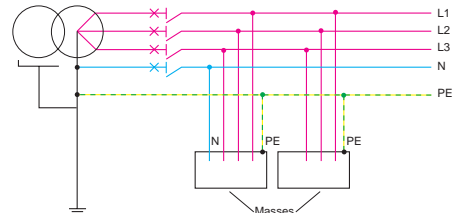

figure 9
- TN-S** dans lequel un conducteur de protection (PE) distinct du neutre (N) est utilisé (figure 9),